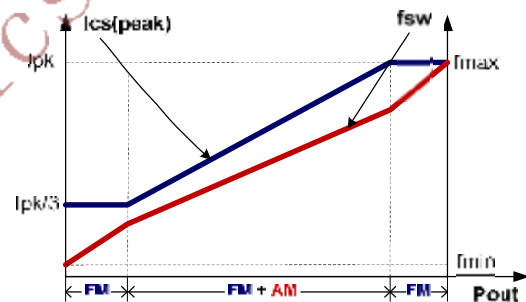

图 4
如图 4 所示, 为了满足严苛的平均效率和待机功耗要求, SP2538B 采用了调幅控制 (AM) 和调频控制 (FM) 结合的多模式控制技术。